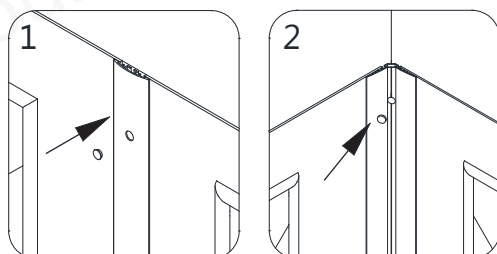

Fig 23
23. Utilisez les **capuchons décoratifs (N° 08)** pour masquer les vis des **bandes d'étanchéité de coin (N° 04)** et celles de la **bande d'étanchéité du centre (N° 05)**. **(Fig 23)**